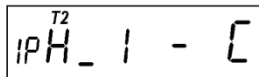

Рисунок 4.4
Рисунок 4.4 свидетельствует о наличии отрицательных значений углов напряжений (I), наличии фазы A (1), отсутствии фазы B, которое индицируется символом "-" (дефис) и наличии тока в фазе C при отсутствии напряжения в этой фазе, черточка снизу перед фазой A обозначает выход значения напряжения фазы за задаваемые пределы, в данном случае – снизу. T2 – текущий тариф.